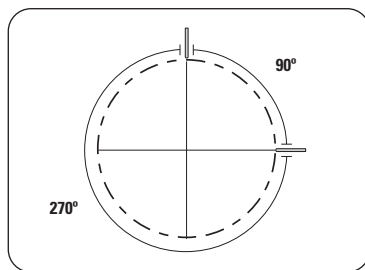

FIGURA 8.2 - VERIFICACIÓN DE LAS HOLGURAS AXIAL DEL ACOPLAMIENTO
6. Si es necesario alinear el conjunto, suelte los tornillos que fijan el motor a la base y ajústelo. A seguir, apriete los tornillos de fijación del motor a la base y verifique nuevamente el alineado (utilice un calibrador de láminas). Verifique la holgura axial del acoplamiento de 90 en 90 grados, conforme Figura 8.2.